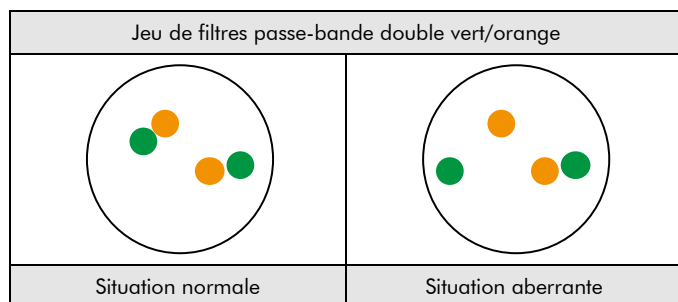

Fig. 2: Résultats attendus dans les noyaux en interphase normaux et présentant une aberration
**Situation normale :** Dans les interphases de cellules normales ou de cellules sans translocation impliquant la région du gène YWHAE, deux signaux de fusion vert/orange apparaissent (Voir figure 2).
**Situation aberrante :** Une région du gène YWHAE affectée par une translocation est indiquée par un signal vert et un signal orange distincts (Voir figure 2).